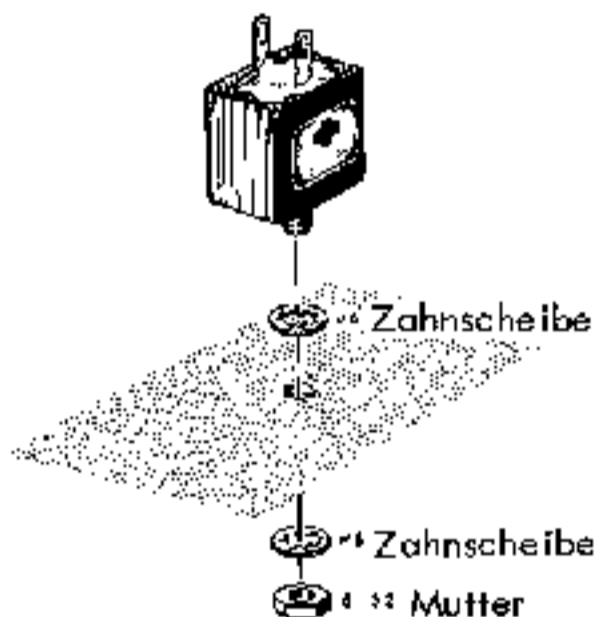

ABBILDUNG 1D
- () Bauen Sie gemäß Abb. 1D die beiden würfelförmigen Selen-Gleichrichter (Teile-Nr. 57-13) bei C und D auf der Chassis-Unterseite ein. Verwenden Sie zur Montage je zwei Zahnscheiben Nr. 6 und eine Mutter 6-32. Achten Sie darauf, dass die mit einem Pluszeichen (+) gekennzeichneten Stirnflächen beider Gleichrichter zur Bohrung HB weisen müssen.